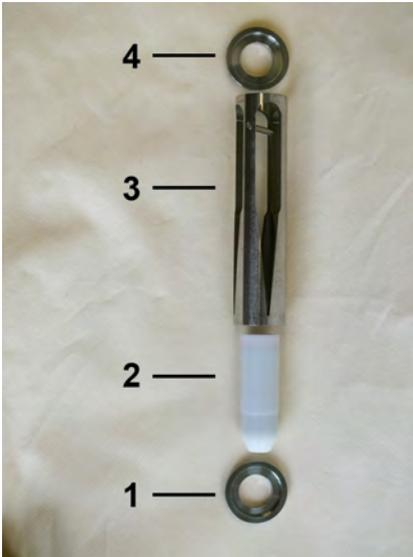

Abb. 53: Innenteile
- 6.** ➤ Zentrierscheibe (Eingang) (Abb. 53/1), Schwebekörper (Abb. 53/2), Schlitzdüse (Abb. 53/3) und Zentrierscheibe (Ausgang) (Abb. 53/4) als Innenteile des Strömungswächters